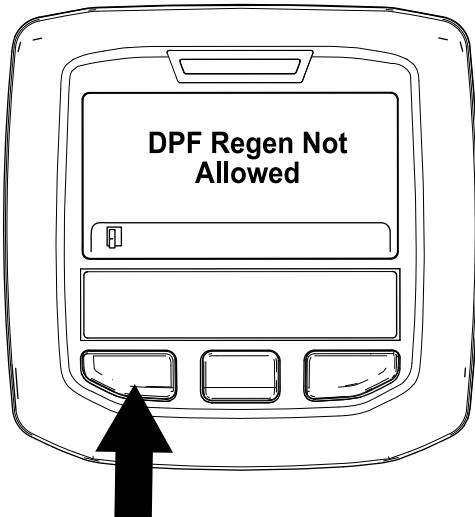

Figura 34
- Si el ordenador del motor no permite el proceso de regeneración, aparece el mensaje "DPF Regen Not Allowed" (Regeneración de DPF no permitida) en el InfoCenter (Figura 34). Pulse el botón de la izquierda para salir a la pantalla de inicio.